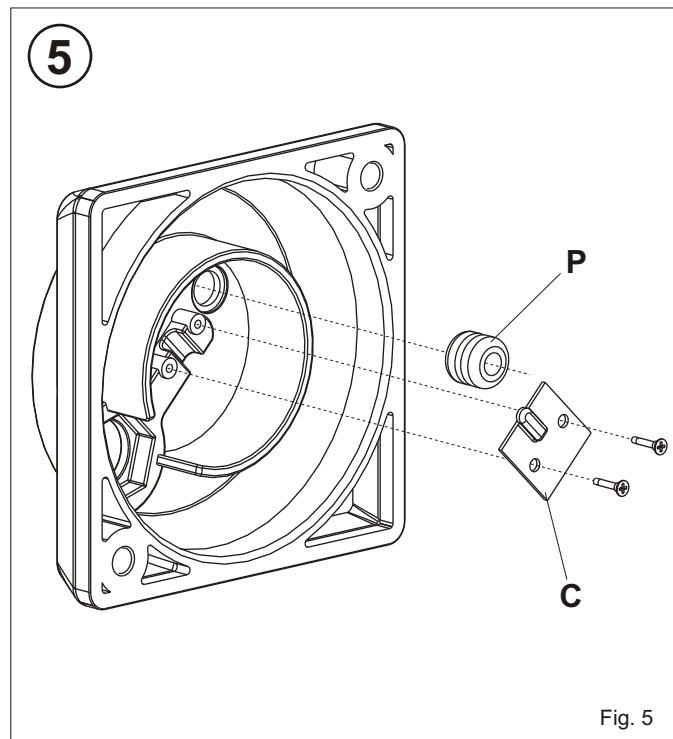

Fig. 5
- I** 5) Fissare il circuito elettronico (C) in dotazione con le viti sull'alloggiamento esistente e il passacavo (P) nell'apposito foro di passaggio cavo encoder (Fig. 5).
- F** 5) Fixer le circuit électronique © fourni avec les vis sur le logement existant et la galoche (P) dans le trou du passage du câble encoder (Fig. 5).
- GB** 5) Fix the supplied electronic circuit (C) with the screws on the existing housing and the cable packing (P) in the provided hole where the cable encoder passes through (Pict 5).
- D** 5) Die mitgelieferte Elektronikschaltung (C) mit den Schrauben auf der dafür vorgesehenen Position und die Kabelhülse (P) im Durchlass des Encoderkabels befestigen (Abb. 5).